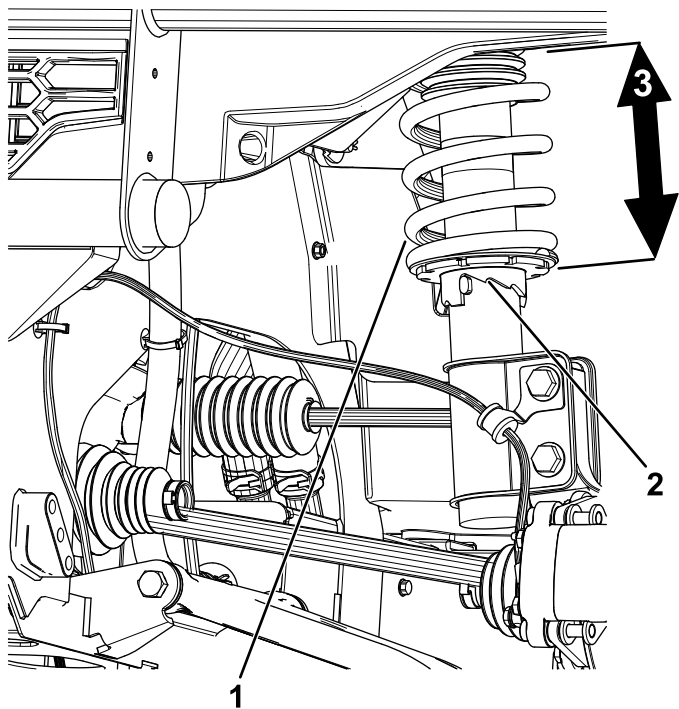

Figure 121
2. Si la garde au sol n'est pas correcte, utilisez la clé de réglage de ressort pour tourner le collet sur l'amortisseur et orienter la roue correctement (Figure 121).